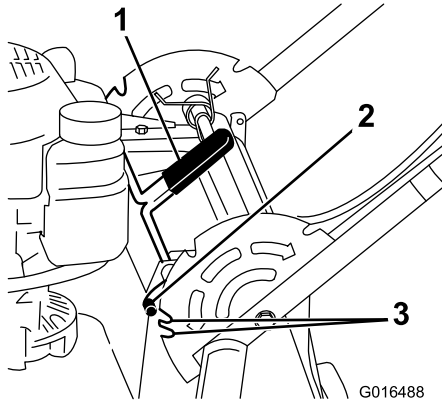

Figure 18
1. Tirez le levier de blocage du guidon vers l'arrière pour désengager les goupilles de blocage du guidon (Figure 18).
2. Faites tourner le guidon et alignez le cran voulu dans le support de guidon avec les goupilles de blocage du guidon ; voir Figure 18.